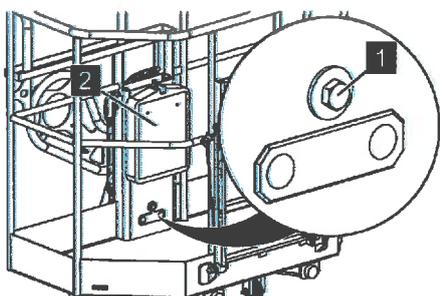

Abb. 70: Befestigungsschraube Arbeitskorb
2. Den mitgelieferten Einmaulschlüssel aus der Dokumentenbox (Abb. 70/2) entnehmen.
3. Die Befestigungsschraube (Abb. 70/1) mit dem Einmaulschlüssel lösen.
*Die Befestigungsschraube (Abb. 70/1) verbleibt in der Bohrung des Arbeitskorbes.*